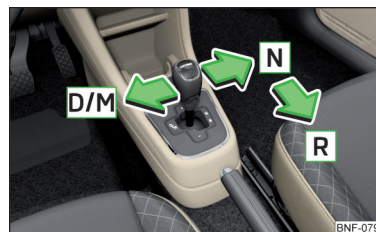

Fig. 122
Ao mover, a alavanca seletora pode ser colocada numa das seguintes posições » Fig. 122. ➤
- » Pressione a alavanca seletora na posição amortecida no sentido da seta para a esquerda » Fig. 122 na página 103 e coloque a posição **D**.